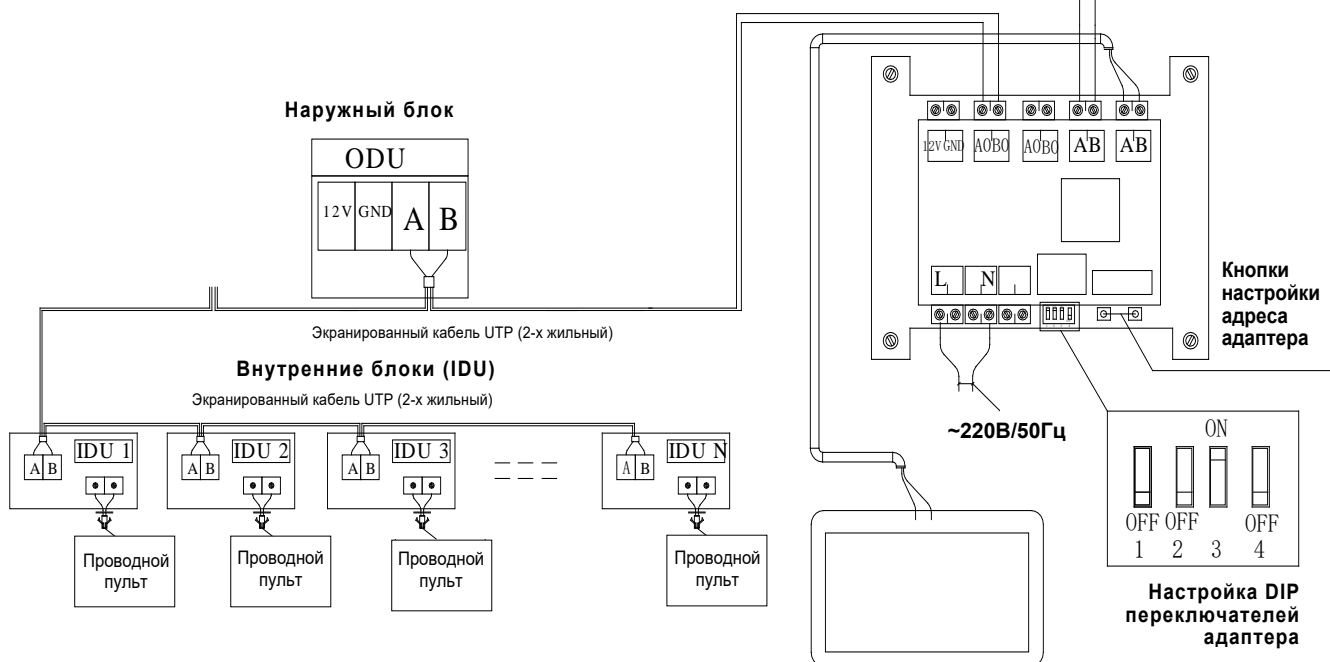

Рис.2.9
- Системы кондиционирования IMS 6 mini подключаются к контроллеру центрального управления WR-DM01A через адаптеры AWR-CC01A. Для каждой системы кондиционирования IMS необходим один адаптер AWR-CC01A.(см. схему рис. 2.9)